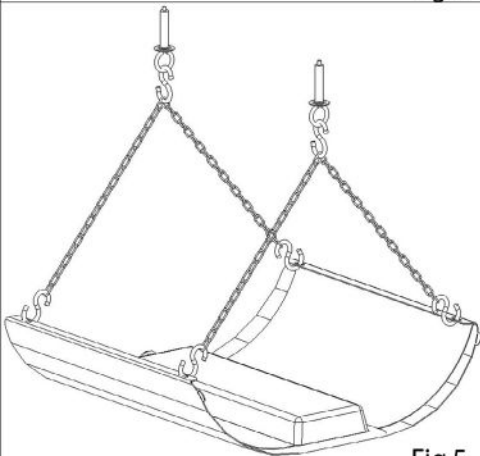

Fig.5
- Das Art.700 lässt sich an die Decke hängen (Abb. 5).
Um das Gerät an der Decke zu befestigen, werden die mitgelieferten zwei Ketten und sechs Haken verwendet (Abb. 5). Jede Kette muss an den Ösen mit zwei Haken abgesichert werden, während der dritte Haken benötigt wird, um das Gerät an einer eingedübelten Ringschraube oder an einer anderen passenden Halterung aufzuhängen. Wenn Sie Ringschrauben verwenden, vergewissern Sie sich, dass die Decke stabil ist. Nutzen Sie einen Bohrer, der dem Durchmesser des Dübels entspricht, bohren Sie zwei Löcher in die Decke und stecken Sie die Dübel in die Löcher. Hängen Sie das Gerät auf, indem Sie die Haken der Ketten durch die Ringe führen.